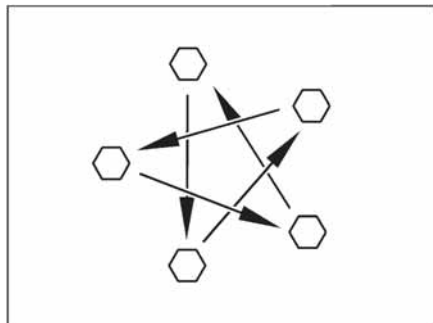

Fig. 169 Apretar las tuercas o los tornillos de las ruedas en forma de cruz
- Comprobar periódicamente que las tuercas o tornillos de las ruedas estén firmemente apretados. Reajustar en forma de cruz (Fig. 169) las tuercas o tornillos después de cambiar una rueda, al cabo de 50 km.
- ▶ Apretar en forma de cruz las tuercas o los tornillos de las ruedas (Fig. 169).